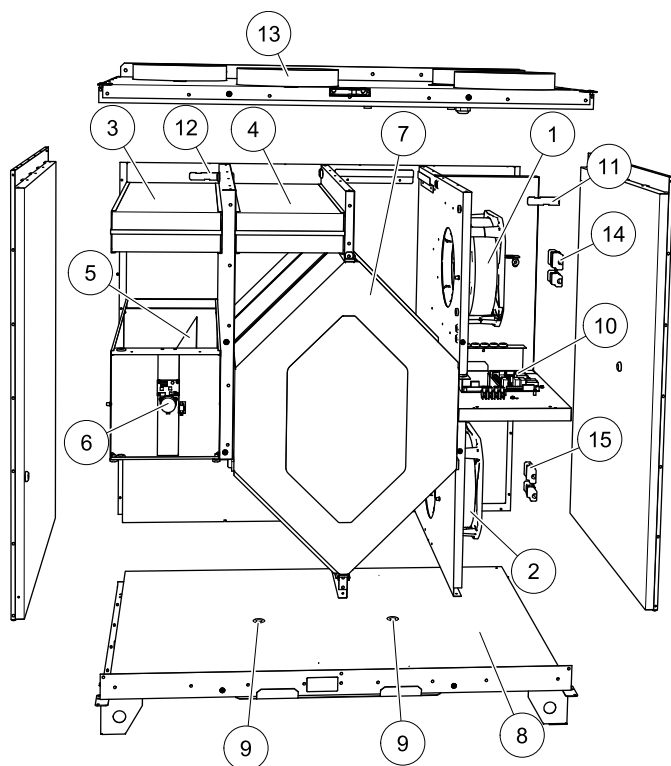

Рис. 15 Компоненты
Вентиляторы (поз. 1 и 2 рисунок 15) комплектуются двигателями с внешним ротором типа ЕС, и каждый из них можно по отдельности плавно регулировать в диапазоне от 20 до 100%. Подшипники двигателя имеют пожизненную смазку и не требуют обслуживания. Порядок снятия вентиляторов для чистки см. в Руководстве по эксплуатации.
Встроенный клапан размораживания (поз. 5 рисунок 15) предназначен для размораживания, утилизации холода и регулирования температуры приточного воздуха установки. Он приводится в действие двигателем, работающим под управлением аналогового сигнала напряжения 0–10 В.
В зависимости от относительной влажности вытяжного воздуха на холодных поверхностях теплообменника может образовываться конденсат. Водяной конденсат собирается в поддон (поз. 9 рисунок 15) в основании установки и выводится через сливные отверстия (поз. 10 рисунок 15), расположенные с каждой стороны теплообменника. Сливные отверстия имеют размер $\frac{1}{2}$ " и наружную резьбу под подсоединение труб (глава 4.3.1).
Основная печатная плата (поз. 10 рисунок 15) предназначена для управления функциями и настройки температур установки. К контактам печатной платы можно подсоединить дополнительное внешнее оборудование. Подробнее см. схему электрических соединений.
- датчик температуры приточного воздуха (поз. 11 рисунок 15)
- датчик температуры наружного воздуха (поз. 12 рисунок 15)
- датчик температуры вытяжного воздуха (поз. 13 рисунок 15)
Вентиляторы не включаются	<ol style="list-style-type: none"> 1. Проверьте состояние значка тревоги на дисплее установки. 2. Убедитесь, что все предохранители и быстроразъемные контакты подсоединены (быстроразъемные контакты и электропитание приточного и вытяжного вентиляторов, поз. 16 рисунок 15). 3. Убедитесь, что по составленному недельному расписанию вентиляторы должны работать. Возможно, по недельному расписанию вентиляторы должны быть выключены (глава 6.3) 4. Возможно, один из цифровых входов 1-3 (DI 1-3) сработал и поэтому вентиляторы выключены. При срабатывании входа один или оба вентилятора могут принудительно выключаться в зависимости от настройки параметров (пункт глава 6.4).